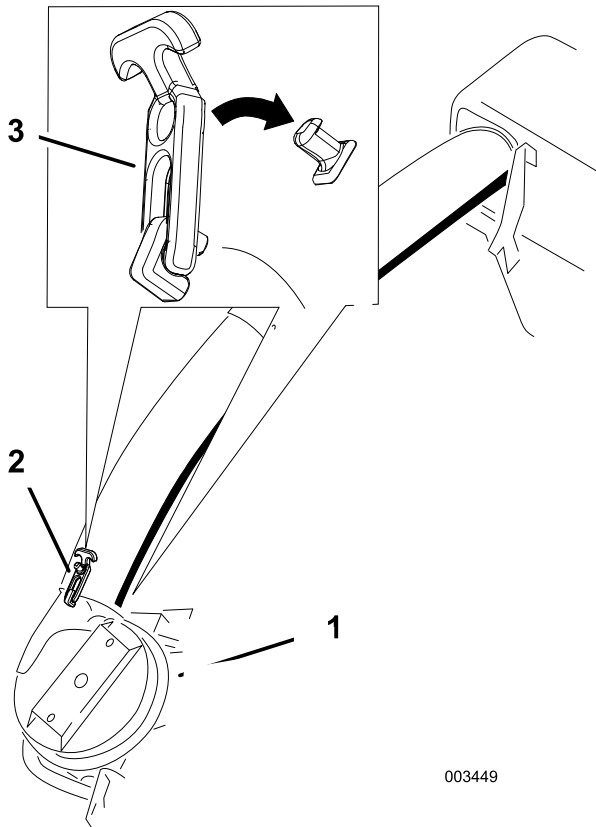

図 51
8. 下側チューブをブローハウジングに差し込んでラッチで固定する 図 51。